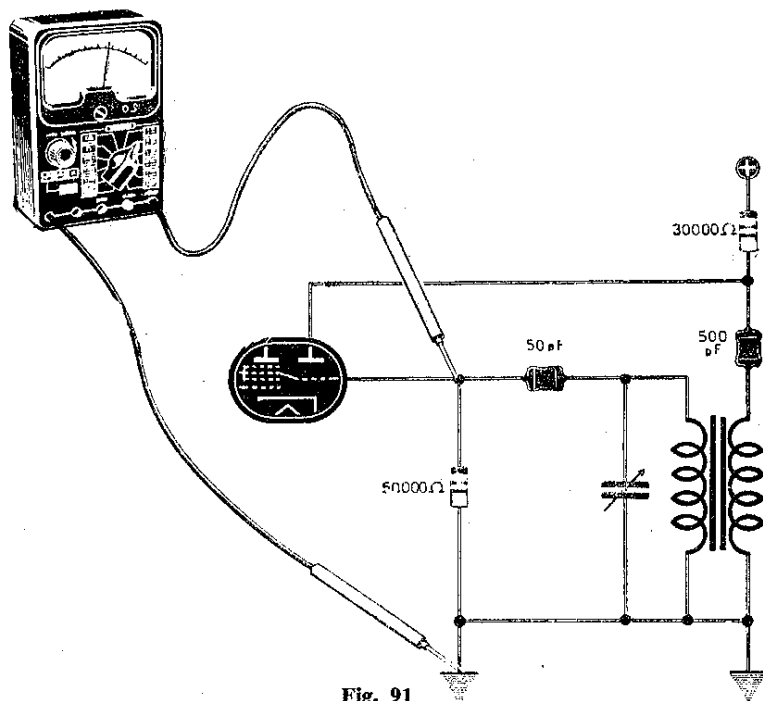

Fig. 91
**238** Se la parte oscillatrice funziona sarà possibile stabilirlo dalla tensione negativa che dovrà essere presente tra griglia oscillatrice e massa (fig. 91). Non esistendo tensione si dovrà pensare ovviamente a qualche componente difettoso.